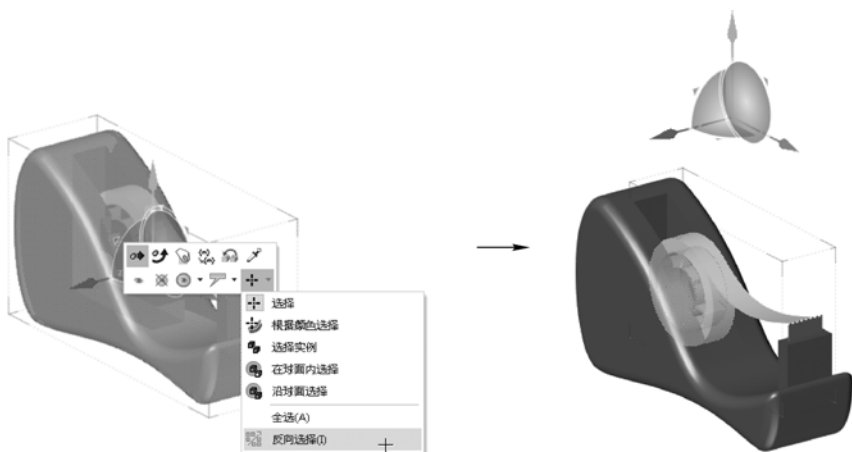

图 8-65 反向选择角色
STEP 3 右击切割器外部壳,在弹出的快捷工具栏中,选择“反向选择”菜单命令,选择除了外部壳之外的所有实体,如图 8-65 所示。